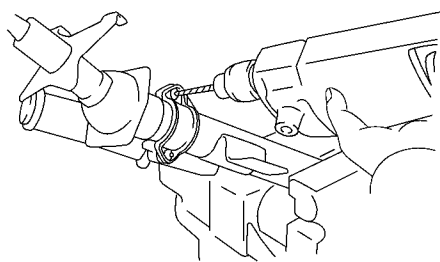

图 16-10 在各锥形头螺栓上钻一个孔
- 1) 使用中心冲压锥形头螺栓的中心冲出一个中心眼，再使用 3~4mm 直径的钻头在各锥形头螺栓上钻一个孔，如图 16-10 所示。